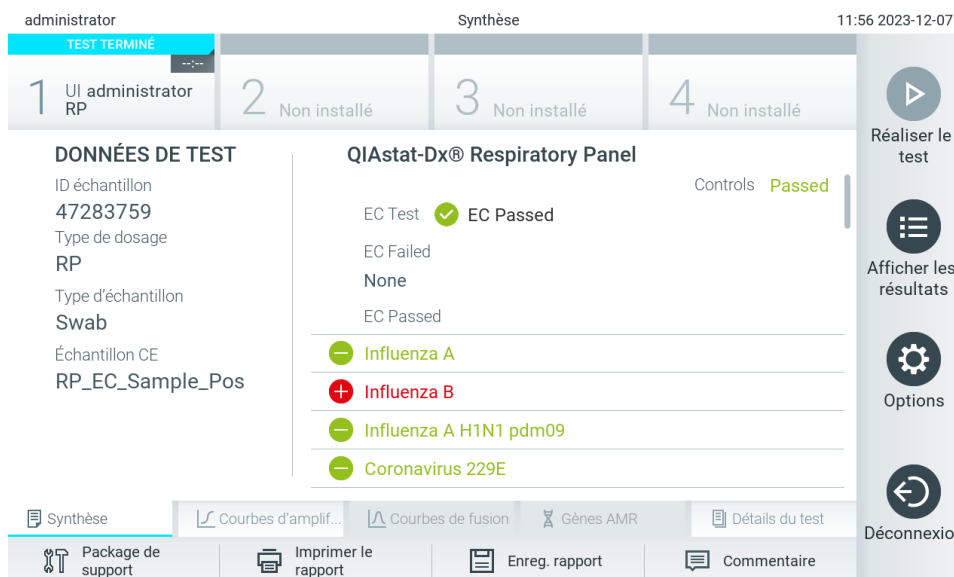

Figure 100. Écran EC Results Summary (Résumé des résultats CE).
12. Une fois la cartouche de dosage QIAstat-Dx éjectée, l'écran Summary (Récapitulatif) des résultats s'affiche (figure 100). Consultez la section 8.3 pour plus de détails.